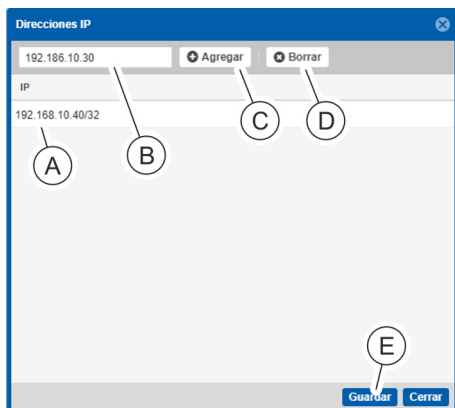

Fig. 138: Ventana "Direcciones IP"
⇒ Se abre la ventana "Direcciones IP" (Fig. 138).
7. ➤ Introduzca en el recuadro de texto una dirección IP o un nombre de host (Fig. 138/ⓑ) y agréguelo a la lista (Fig. 138/Ⓐ) con el botón "Agregar" (Fig. 138/Ⓒ).
8. ➤ En caso necesario, marque una dirección IP o un nombre de host de la lista (Fig. 138/Ⓐ) y elimínelo con "Borrar" (Fig. 138/Ⓓ).
9. ➤ Una vez introducida, cierre la ventana "Direcciones IP" con el botón "Guardar" (Fig. 138/Ⓔ).